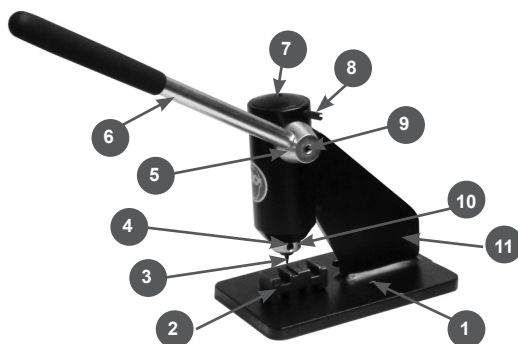

Рис.1 Основные узлы станка расклепочного
Конструкция станка приведена на Рис.1.
Поместите корпус станка так, чтобы он отступал от края на 10-15 см, и прикрутите его к столу, используя отверстия в основании корпуса (п.1 Рис. 1). Крепежные элементы в комплект поставки не входят.
6. Вращением рукоятки (п. 6 Рис. 1) выдавите заклепку из звена цепи.